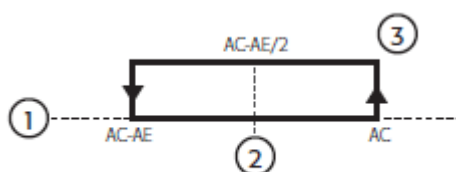

Fig. 4.I
- Oplyser at grænsen mellem "Ac" og "AE" er overskredet (resultat af beregning: "Ac-AE/2" – se fig. 4.I).
- Oplyser, at temperatur setpunktet "Ac" er overskredet (se fig. 4.I).
Nøgle til fig. 4.I: